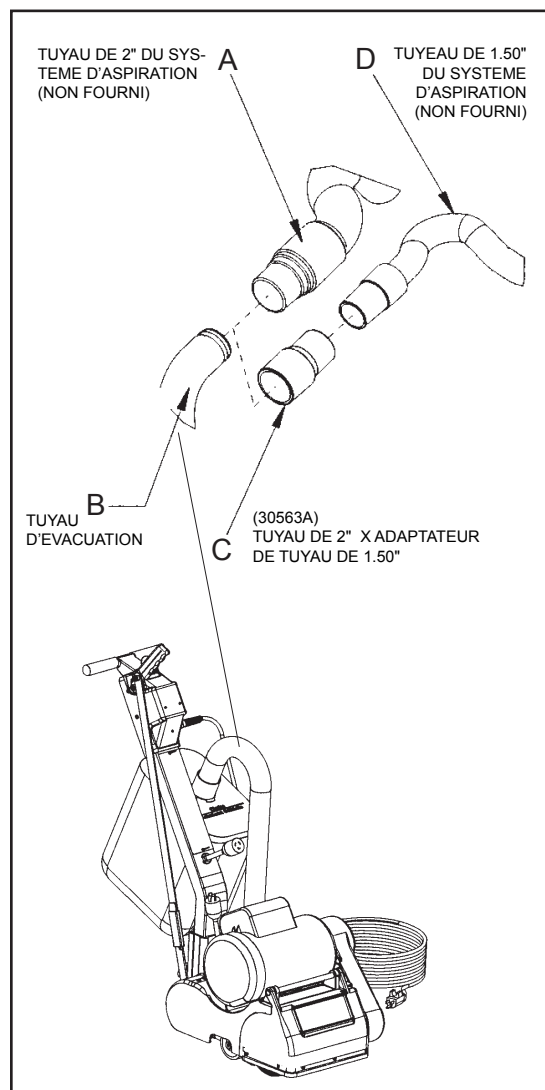

Figure 9
1. Monter l'extrémité de tuyau de 5 cm (figure 9, A) directement sur le tuyau d'évacuation (figure 9, B).
1. Monter l'adaptateur d'extrémité de tuyau (5 x 3,8 cm- Pièce n° 30563A) (figure 9, C) sur le tuyau d'évacuation (figure 9, B).
2. Introduire l'extrémité de tuyau de 3,80 cm (figure 9, D) dans l'adaptateur (figure 9, C).